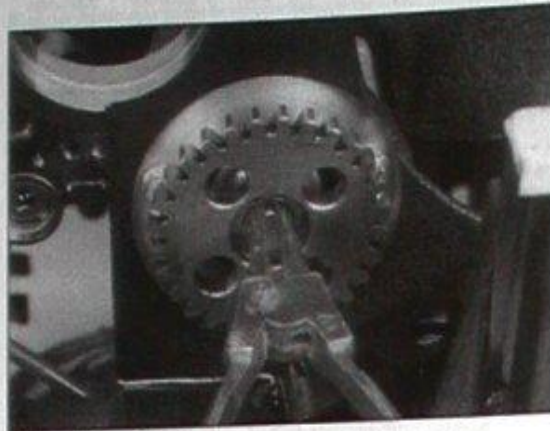

Bild 240
- Seegerring des Ölpumpenzahnrads ausfedern (Bild 240) und Zahnrad von Welle abnehmen